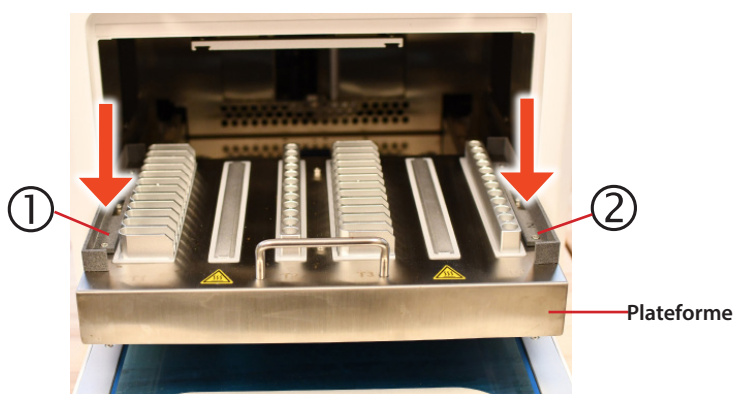

Figure 3
Faire glisser la plateforme vers l'extérieur et placer les supports de plateau comme illustré à la Figure 3. Placer le support numéroté ① sur le côté gauche de la plateforme et le support numéroté ② sur le côté droit de la plateforme.